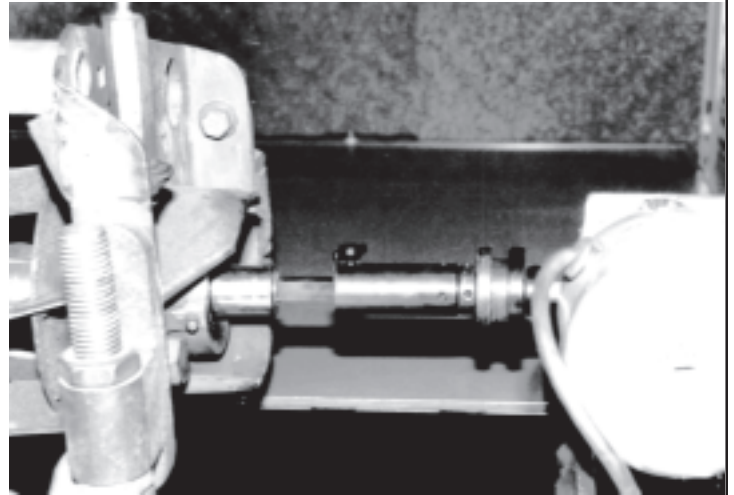

FIG. 11
La unidad de impulso de giro se conecta con el extremo del eje del tambor o con un componente del sistema de impulso. Consulte con el fabricante de la unidad de corte para la conexión y colocación apropiada del impulso de giro. Determine de qué lado montar el impulso de giro que, por lo general, será el mismo componente del sistema de impulso utilizado para contrapulido. Vea la FIG. 11.
3. Coloque el manguito o adaptador de impulso cuadrado de ½" que corresponda en la tuerca de impulso del tambor e inserte el eje de impulso cuadrado en el manguito. Coloque la camisa del adaptador sobre el eje de impulso e inserte el adaptador de acople del impulso en ello. Finalmente, coloque el acople de goma en el adaptador de acople del impulso. Vea la FIG. 11.